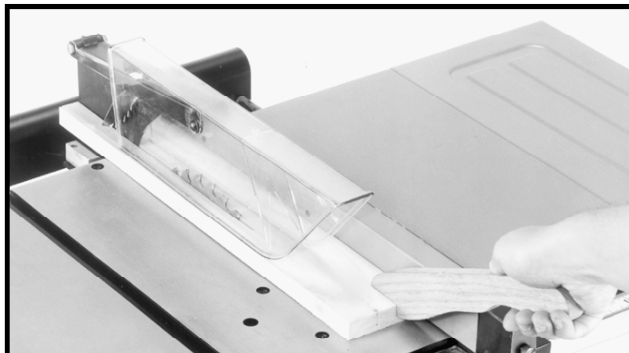

Fig. 47
2. Si la pièce mesure moins de 101 mm (4 pouces) de largeur, toujours utiliser un poussoir pour terminer l'acheminement comme indiqué à la fig. 47. Le poussoir se fabrique facilement de matériau de rebut selon l'explication de la rubrique « **FABRICATION D'UN POUSSOIR** ».